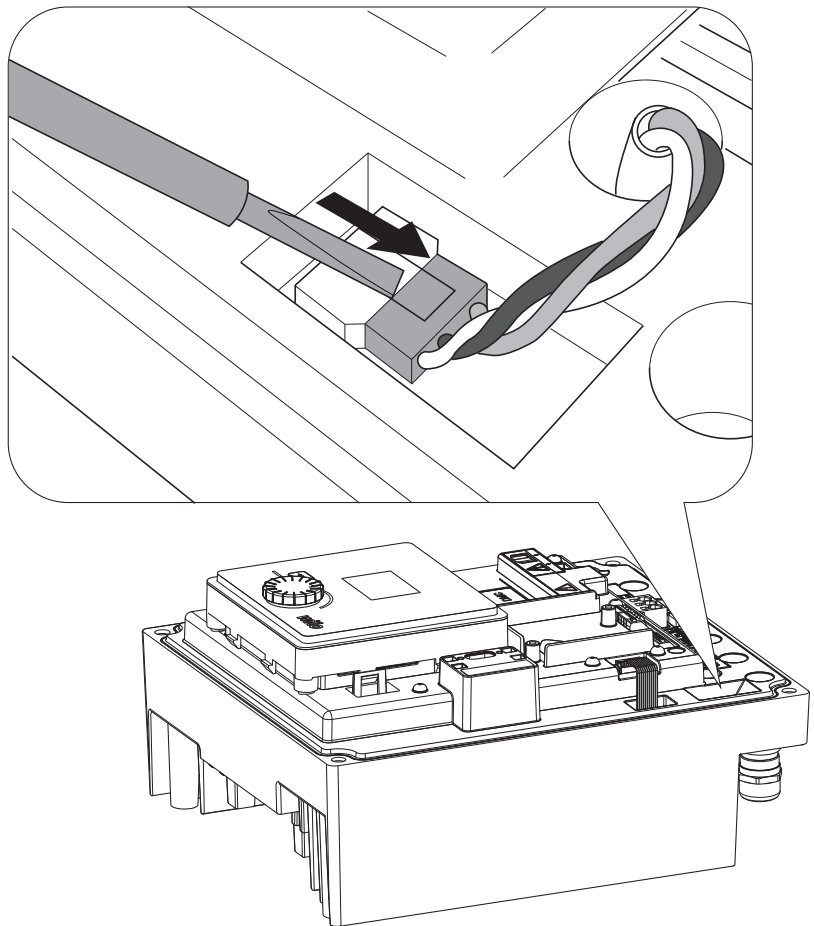

Fig. 46: Allentare il cavo di collegamento del ventilatore del modulo
- Rimuovere il cavo di collegamento del ventilatore del modulo. (Fig. 46).